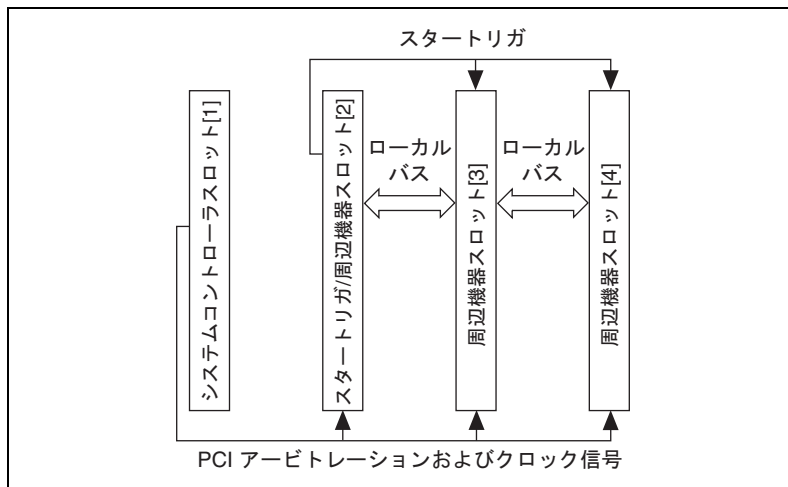

図 1-5 PXI スタートリガおよびローカルバスの経路設定
スロット 2 に位置するスタートリガ (ST) スロットには、スロット 2 と周辺機器スロット 3、4 間の専用トリガライン (各ラインの長さは同じ) があります (図 1-5 を参照してください)。スロット 2 では、その他全ての周辺機器モジュールに対して個々のトリガを提供する ST 機能を搭載したモジュールを使用することができます。また、このような上級トリガ機能が不要であれば、標準周辺機器モジュールをこのスロットに取り付けることもできます。
PXI バックプレーンのローカルバスは、各周辺機器スロットを左および右に隣接する周辺機器スロットと接続するデージーチェーンバスです (図 1-5 を参照してください)。たとえば、スロット 2 の右側のローカルバスはスロット 3 の左側のローカルバスに接続します。